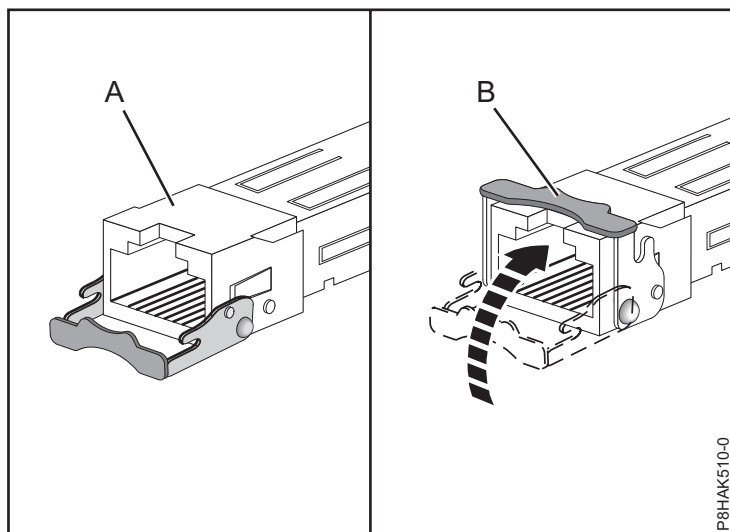

Figura 80. Sustitución de los transceptores SFP en el adaptador
- c. Con el pestillo (B) en la posición de abierto, empuje el pestillo girándolo hacia arriba y hacia la tarjeta, como se muestra en la Figura 80.